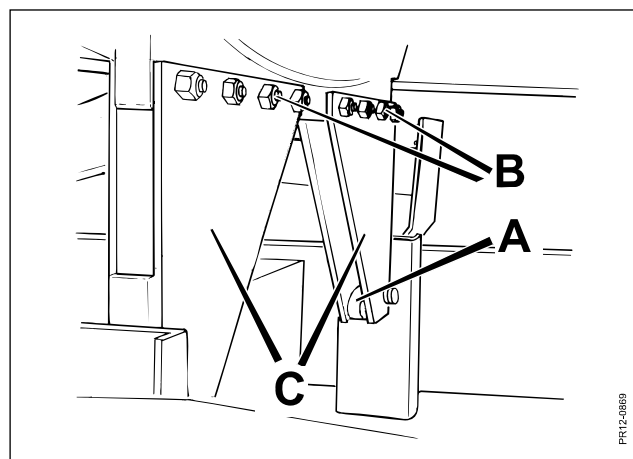

Fig. 9.9
**Fig. 9.9** Stödrullarna för tippen (A) skall säkerställa, att det inte finns onödigt spel emellan undervagn och blandningstråg. En glappfri och lättlöpande styrning säkerställer en stabil och exakt vägning.